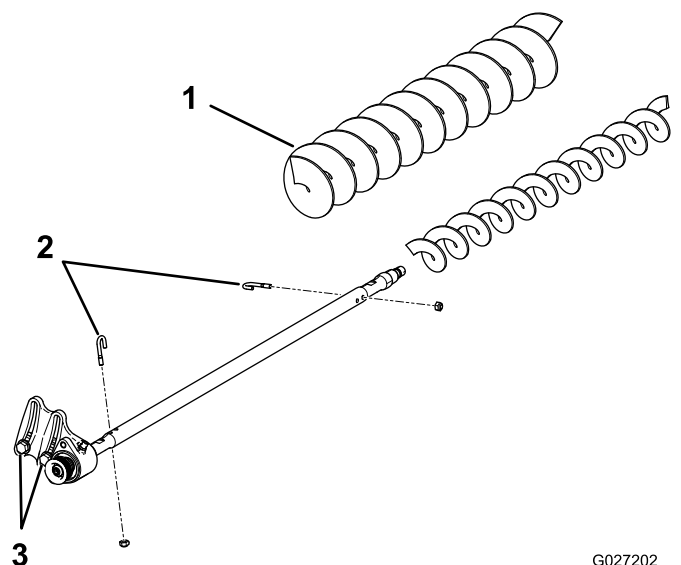

Bild 20
3. Entfernen Sie die zwei J-Schrauben und Muttern (**Bild 20**).
4. Schieben Sie die vorhandene Bürste von der Bürstenwelle (**Bild 20**).
5. Lösen Sie die zwei Schrauben, Scheiben und Muttern, mit denen das Antriebslagergehäuse an der Befestigungshalterung des Lagergehäuses befestigt ist (**Bild 20**).
6. Schieben Sie die Bürste für hohe Schnitthöhe auf die Bürstenwelle (**Bild 20**).
7. Klemmen Sie die Bürste mit zwei J-Schrauben und Muttern, die Sie vorher entfernt haben, auf die Welle (**Bild 20**).